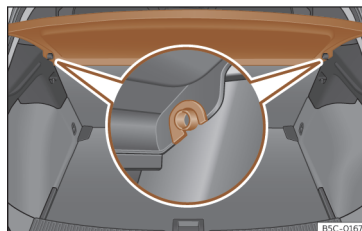

**Fig. 180** Na bagageira: desmontar e montar a chapeleira.
- Desencaixe a chapeleira dos suportes laterais >>> **Fig. 180** puxando-a para cima e retire-a.
- Introduza a chapeleira horizontalmente fazendo coincidir a «fechadura» sobre o eixo dos suportes >>> **Fig. 180**, e pressione para baixo até que encaixe.